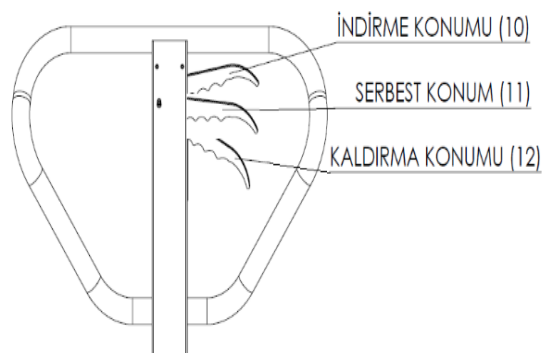

Abbildung 5
- ▶ Der Hubwagen befindet sich in der Hubposition, wenn der Steuerhebel (siehe Abbildung 5, Position 12) in die Hubposition gebracht wird. Wenn Sie zu diesem Zeitpunkt den Hubarm auf und ab bewegen, werden die Palettengabeln angehoben.
- ▶ Der Hubwagen bewegt sich, wenn der Steuerhebel (siehe Abbildung 5, Position 11) in die freie Position bewegt wird. Wenn Sie zu diesem Zeitpunkt den Hubarm auf und ab bewegen, hebt der Hubwagen die Gabeln nicht an und lässt sie nicht fallen. Dann können Sie den Hubwagen verwenden, um Lasten zu transportieren.
- ▶ Wenn der Steuerhebel (siehe Abbildung 5, Position 10) in die freie Position gebracht wird, werden auch die Gabeln des Hubwagens gelöst. Dann senken sich die Gabeln des Hubwagens automatisch ab.
- ▶ Nachdem der Hubwagen montiert wurde, bedienen Sie den Steuergriff in verschiedenen Positionen, um die Hebe-, Senk- und Freipositionsfunktionen des Steuergriffs (siehe Abbildung 5) auszuführen, während Sie den Hubarm auf und ab bewegen. Prüfen Sie, ob der Betrieb in verschiedenen Positionen normal ist.